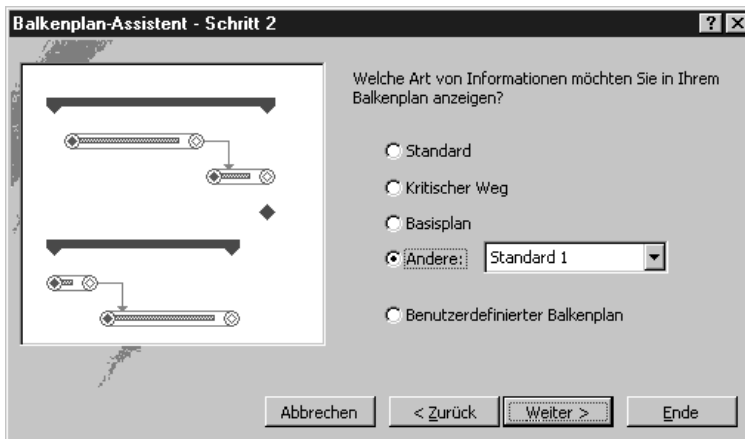

Abbildung 9.6:
3. Sie werden gefragt, welche Art von Informationen Sie in Ihrem Balkenplan angezeigt haben möchten (siehe Abbildung 9.6). Verschiedene Möglichkeiten stehen Ihnen hierbei zur Verfügung: